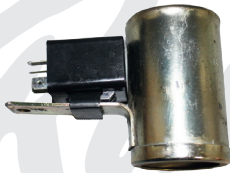

Abb.5 (Blinkgeber IP21119)
- ▶ Demontieren Sie das Gehäuse des Blinkerrelais vom Rahmen und entfernen daraus den Blinkgeber. Nun biegen Sie den Befestigungsarm des Gehäuses gerade und schieben die Gummiaufnahme des mitgelieferten Blinkerrelais über diesen. Abb.5